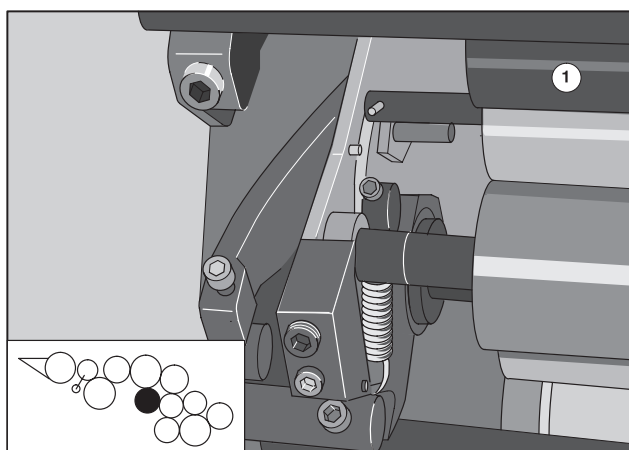

Рис. 8 Демонтаж 2-го передаточного валика
- ❶ Выдавите передаточный валик (Рис. 8/❶) из опор валиков по направлению к печатному цилиндру и вытащите его.